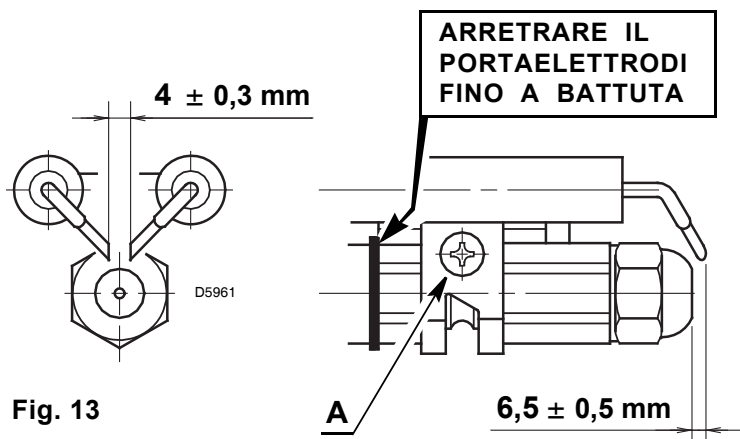

Fig. 13
Prima di smontare o montare l'ugello allentare la vite (A, fig. 13) e spostare in avanti gli elettrodi.
1) **CORRETTA POSIZIONE DEGLI ELETTRODI** (vedi fig. 13, pag. 6).
- Cambiare ugello e verificare il corretto posizionamento degli elettrodi (fig. 13, pag. 6).